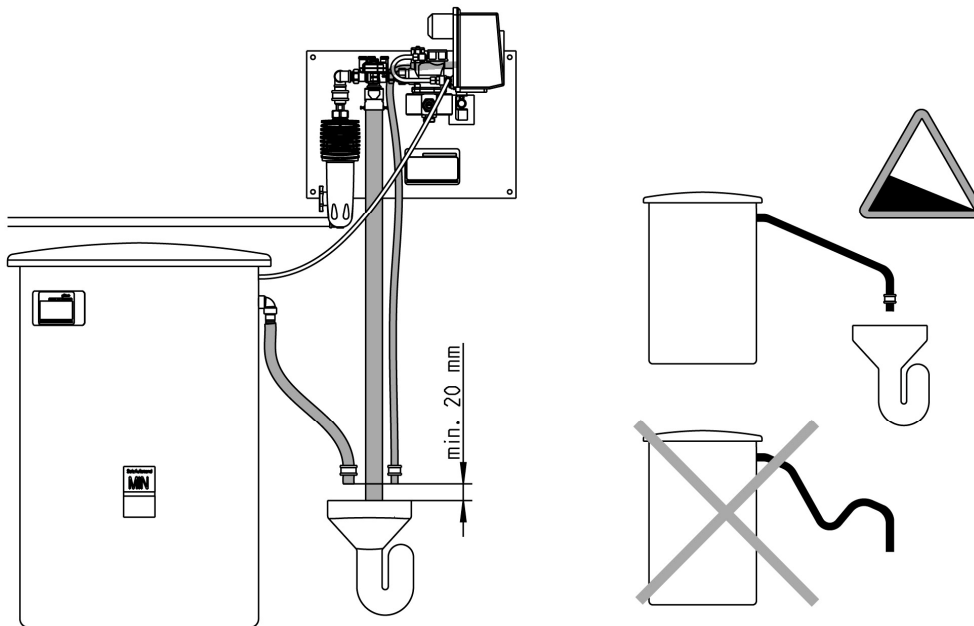

Abb. D-2: Sanitäranschluss Regenerierstation
1. Füllventil für Konditionierung schließen (Abb. D-2, Pos.)
2. Rohwassereingang der mobilen Enthärtung MEH an Regenerierstation anschließen.(Abb. D-2, Pos.)
3. Weichwasserausgang der mobilen Enthärtung MEH an Regenerierstation anschließen (Abb. D-2, Pos.)
4. Rohwassereingangsventil (Abb. D-2, Pos.) der Regenerierstation langsam öffnen.
6. Rohwassereingangsventil (Abb. D-2, Pos. 1) schließen
7. Füllventil für Konditionierung (Abb. D-2, Pos. 11) öffnen – Druck abbauen – anschließend wieder schließen